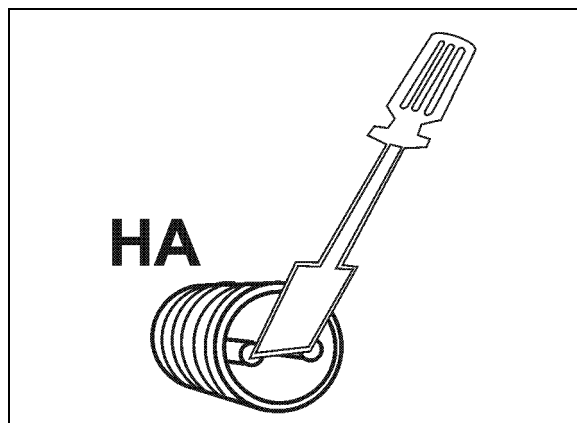

Fig. 13
3. Ponticellare più volte con un piccolo cacciavite i poli della boccola di collegamento (Fig. 13).